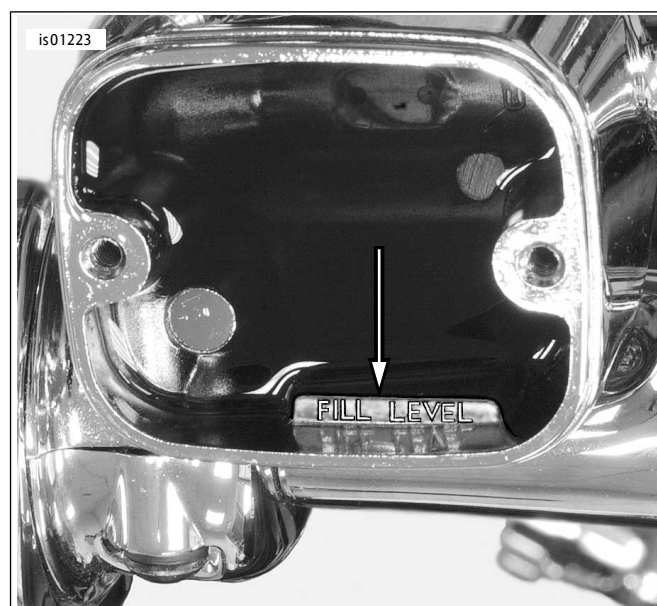

图6. 加注液位
3. 参见图6。将维修手册中规定等级的制动液添加至离合器主缸储液槽。切勿重复使用旧刹车液。只能使用密封容器内存放的刹车液。初始加注液位不得超过FILLLEVEL(加注液位)指示器。
6. 参见图6。将储液槽加注到FILL LEVEL(加注液位)并重复前一步至少三次,直到从空心接头中喷出的只有稳定的离合器液流,并且摩托车竖直放置时储液槽中的离合器液处在FILL LEVEL(加注液位)。